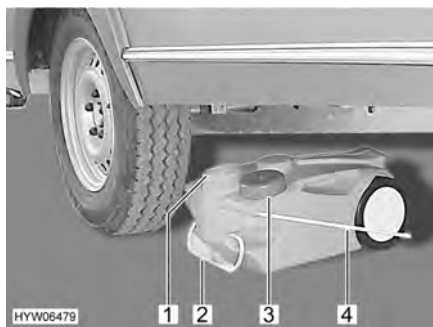

Fig. 155 Réservoir d'eaux usées, mobile
- Fermer l'ouverture du réservoir d'eaux usées (Fig. 155,1) à l'aide du couvercle (Fig. 155,3).
- Retirer le réservoir d'eaux usées par la poignée (Fig. 155,2).
- Rabattre la poignée de manutention (Fig. 155,4) vers le haut et placer le réservoir d'eaux usées.